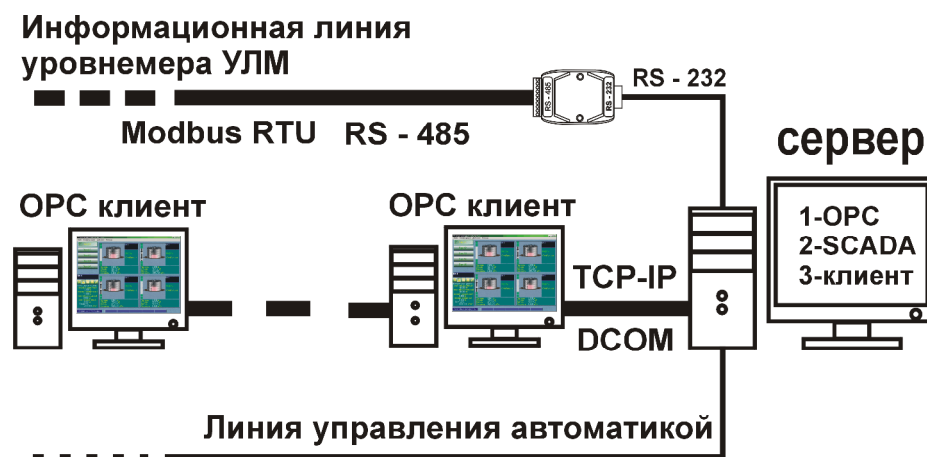

Рис.17.1. Интеграция уровнемера УЛМ в АСУТП без применения контроллера.
17.1. На рис.17.1 показан вариант подключения информационной линии уровнемера к компьютеру. На компьютере устанавливается серверное программное обеспечение – Limaco OPC Server, которое опрашивает датчики уровня, и предоставляет их показания клиентским приложениям. В качестве клиентской программы верхнего уровня ЗАО «Лимако» предлагает Reservoir Viewer - это OPC-клиент, удобно визуализирующий резервуарный парк. Показания и вся информация о работе уровнемера может быть доступна через переменные OPC-сервера любой SCADA-системе, поддерживающей OPC. Программы-клиенты могут выполняться локально, т.е. на том же компьютере что и Limaco OPC Server. Так же возможна работа удалённых программ-клиентов на других компьютерах. Для удалённого доступа клиентский и серверный компьютеры объединяют в сеть и на обеих ЭВМ настраивают службу Microsoft DCOM. Подробнее см. «Limaco OPC Server – Руководство пользователя».